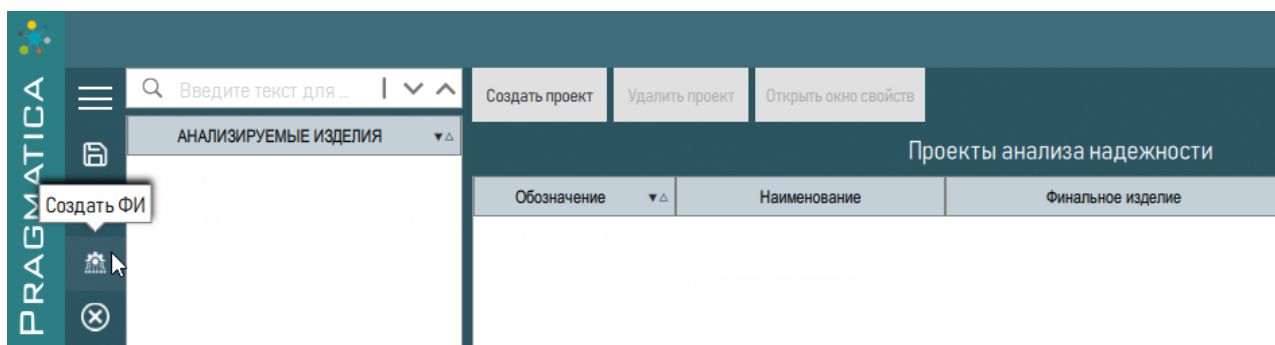

Рисунок 117 – Кнопка «Создать ФИ» в окне «Редактор проектов»
1) В рабочем окне «Редактор проектов» нажать на кнопку  «Создать ФИ», расположенную слева на панели (рисунок 117).